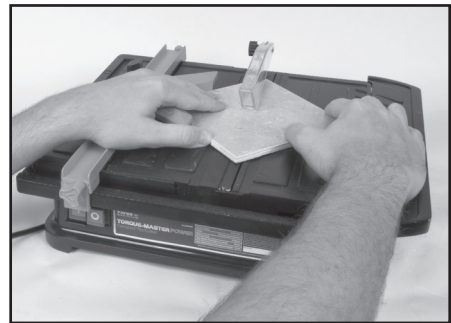

FIGURE 7
2. Pousser doucement le guide d'angle et le matériel vers la lame (voir FIGURE 7).